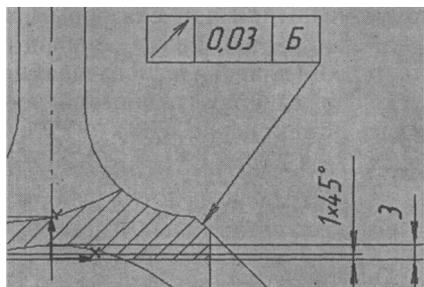

Рис. 4.31
- Для ввода суммарного допуска формы нажмите кнопку **Ш**. Когда курсор примет форму квадрата, поместите его в точку с приближительными координатами $X = +(18 - 22)$, $Y = +(40 - 45)$, затем последовательно щелкните левой и правой кнопками мыши, а в контекстном меню выберите **Текст надписи**. В диалоговом окне **Введите текст** направьте стрелку курсора в прямоугольное окно. Когда курсор примет форму вертикальной черты, щелкните правой кнопкой мыши и в контекстном меню выберите **Вставить спецзнак**. В диалоговом окне **Спецзнак** нажмите на знак плюса напротив слов **Допуски формы и расположение поверхностей**, затем нажмите на знак плюса напротив слов **Суммарные допуски формы и расположения**, где в свою очередь нужно выбрать **Допуск биения**, после чего нажать ОК. На панели управления нажмите кнопку **Ш (Разбить ячейку по вертикали)** и в появившемся новом окне введите значение 0,03. Затем вновь нажмите кнопку **И** и в третьем окне введите обозначение базовой поверхности Б. Нажмите ОК. На панели специального управления нажмите кнопку **Si (Ответвления со стрелкой)**. Подведите курсор к правой нижней части прямоугольника допуска формы, щелкните мышью, подведите стрелку к середине уплотнительной фаски клапана и сделайте еще один щелчок. Для записи допуска формы в память системы нажмите кнопку **M1 (Создать объект)** и прервите команду с помощью кнопки **Stop** (рис. 4.31).